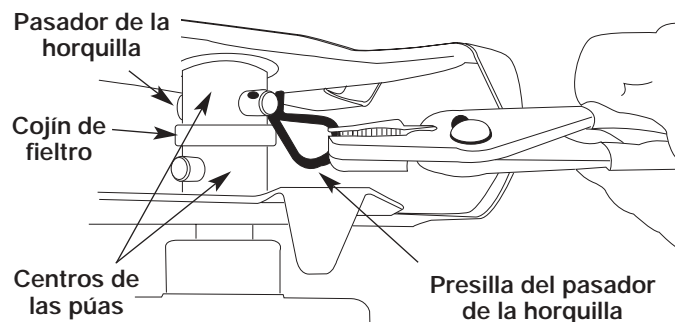

Fig. 6
1. Coloque el control de encendido y apagado en la posición de **APAGADO (O)** y desconecte el cable de la bujía de encendido.
2. Saque las presillas del pasador de la horquilla y los pasadores de la horquilla (Fig. 6).